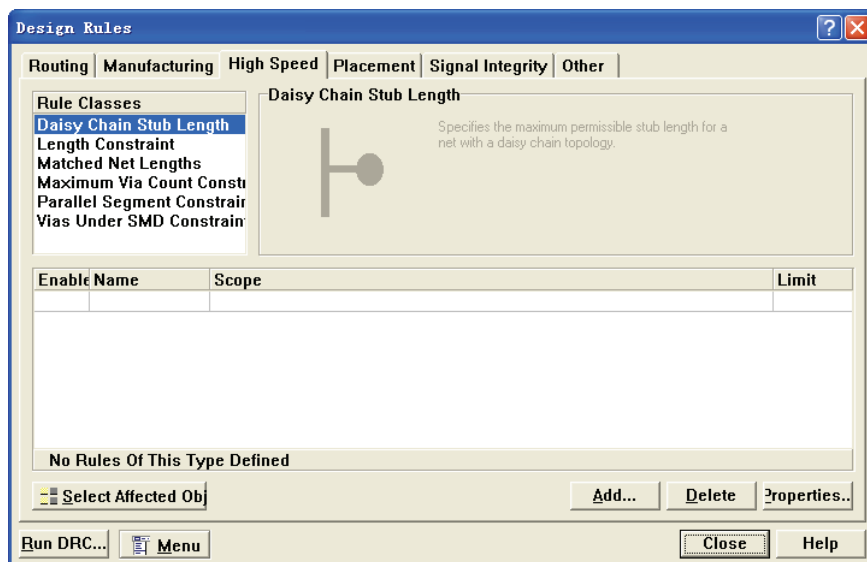

图 7-18 “High Speed”选项卡
- (3) “High Speed” 高速信号线布线规则，如图 7-18 所示。